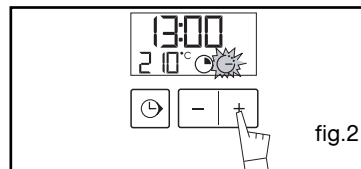

fig.2
Bijvoorbeeld: einde bakduur om 13u (fig.2).
- Stel de gewenste tijd in door op de toetsen + of - te drukken (fig.2) (max 60 minuten).
- Druk gelijktijdig op de toetsen + en - gedurende een tiental seconden tot "CO" weergegeven wordt, om in te stellen (fig.2).
Nadat u de helderheid van uw keuze hebt ingesteld, wacht u enkele seconden en zet u de programmaschakelaar weer op de juiste tijd (fig.2).